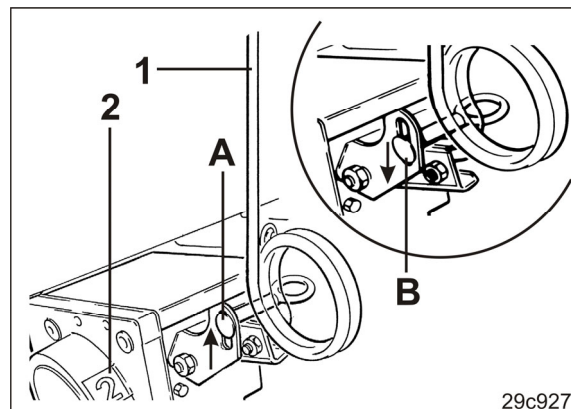

Fig. 208
2. Træk i betjeningsarmen (Fig. 208/1) på styreboksen, hvis tallet (Fig. 208/2) i styreboksens vindue står på "0". Køresporstælleren må ikke vise "0".
3. Løsn klemeskruen (Fig. 208/A), skub den nedad i langhullet, og spænd den igen (se Fig. 208/B).
Køresporstælleren (Fig. 208/2) må ikke vise "0". Ellers anlægges der hele tiden kørespor.